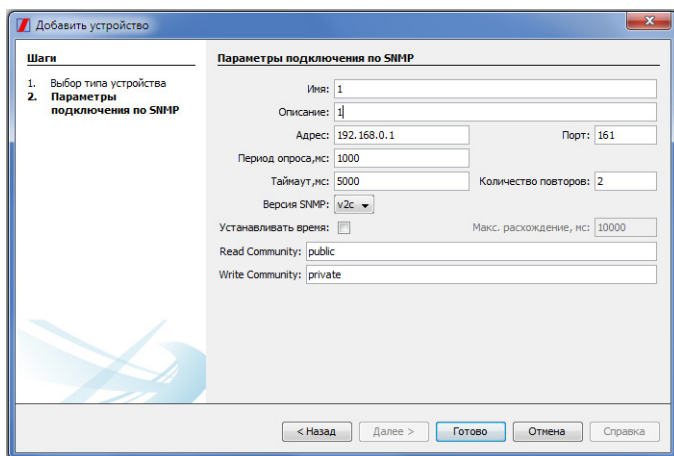
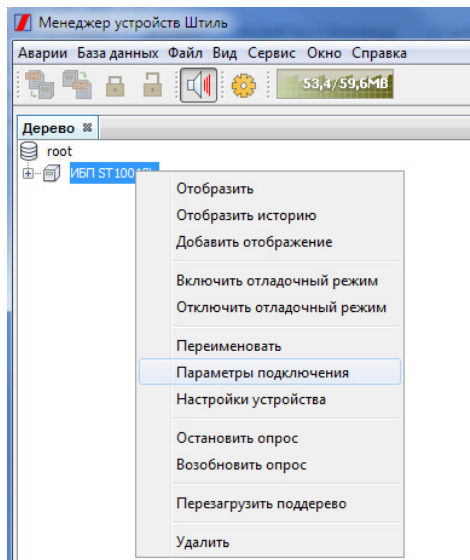

Рисунок 13. Окно «Параметры подключения по SNMP»
Рисунок 20. Строка «Параметры подключения»
1. Заполнить в открывшемся окне «Параметры подключения по SNMP» (**рисунок 13**) строки «Имя» и «Описание».
2. При необходимости поменять текущие или установленные по умолчанию настройки подключения (представлены на **рисунок 13**) на настройки, фактически необходимые для подключения к конкретной плате.
ВНИМАНИЕ! Не путайте строку «Сетевые настройки «SNMP» из окна «Настройки устройства» со строкой «Параметры подключения» (вызывается нажатием правой кнопки мыши на отображение подключённого ИБП/стабилизатора в дереве устройств – **рисунок 20**).
ВНИМАНИЕ! Строка «Параметры подключения» (**рисунок 20**) вызывает окно «Параметры подключения по SNMP» (внешний вид схож с **рисунок 13**, отличие – отсутствие строк «Имя» и «Описание»). Изменение настроек в окне «Параметры подключения по SNMP» меняет не сетевые (Ethernet) параметры платы, а параметры, согласно которым ПО Shtyl Device Manager опрашивает Ethernet-сеть.